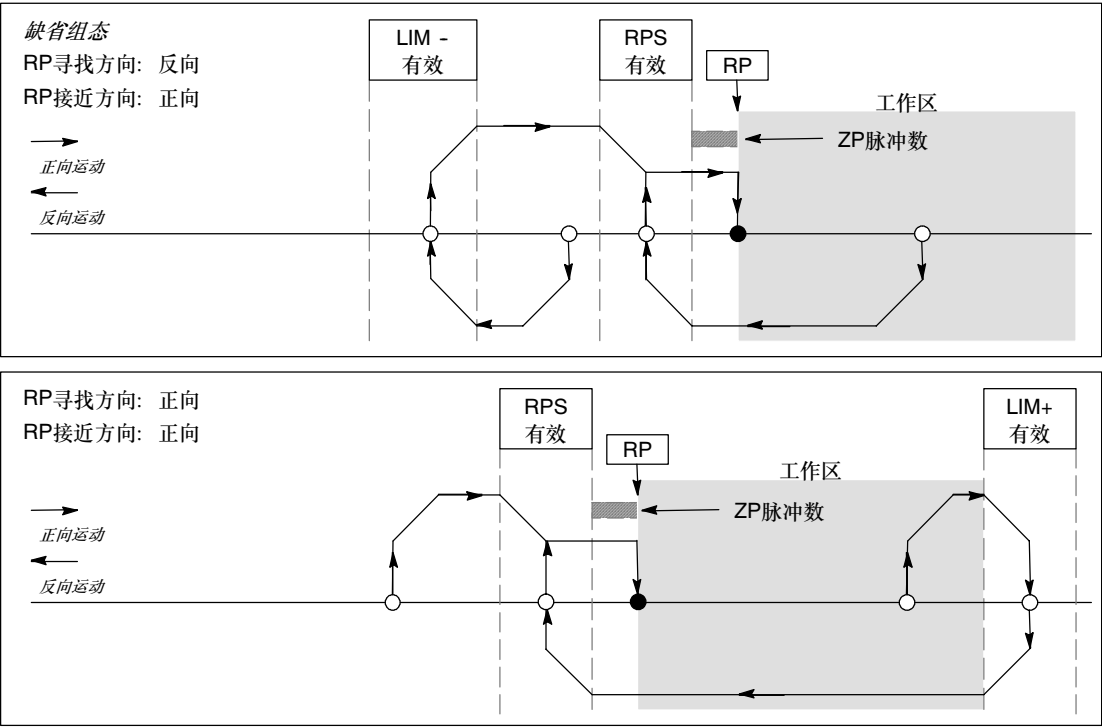

图9-23 RP寻找：模式3
- ❑ 图9-23所示是RP寻找模式3的选项。这种模式将RP定位在RPS输入有效区域之外一个指定数量的零脉冲（ZP）处。